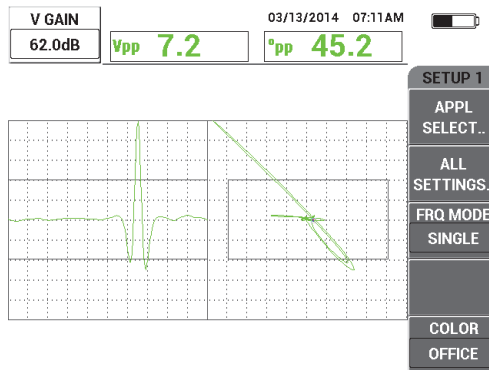

図 5-16 垂直ゲインの調整
5. ゲインキー (**dB**) をさらに 2 回押して **V ゲイン** パラメーターにアクセスし、続いて信号が画面の上部に達するまで（つまり画面の高さ 100%）、ノブを使って垂直ゲインを調整します（139 ページの図 5-16 を参照）。